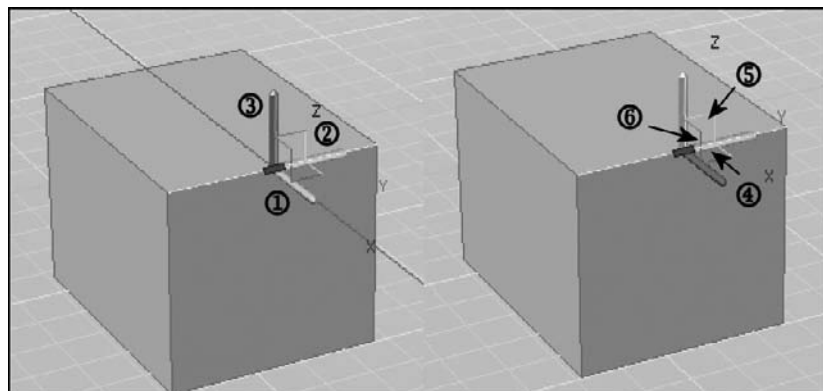
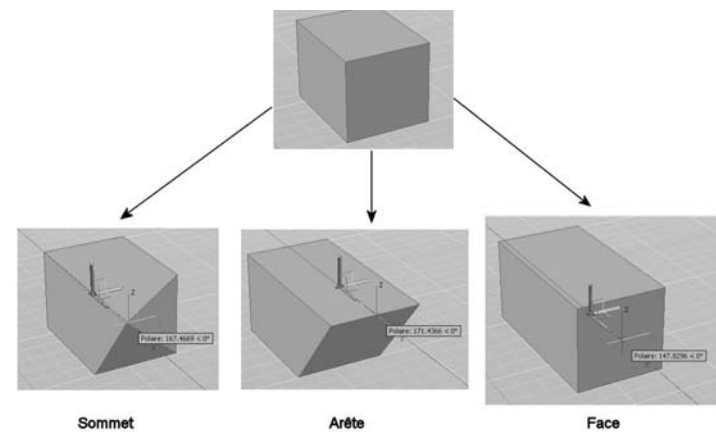

Fig.20.8
Fig.20.9
- ① Appuyez sur la touche Ctrl et cliquez sur un sommet, une arête ou une face.
- ② Survolez sans cliquer la poignée représentant le sous-objet sélectionné. Un trièdre s'affiche sur la poignée (fig.20.8). Il est composé d'un axe X en rouge, d'un axe Y en vert et d'un axe Z en bleu. Chaque axe permet de restreindre le mouvement dans la direction souhaitée. Ainsi pour déplacer la poignée dans la direction X par exemple, il suffit de survoler l'axe X et de déplacer la poignée selon la longueur souhaitée. Le déplacement sera contraint dans la direction X (fig.20.9).
- ③ Il est aussi possible de restreindre le mouvement dans un des plans suivants : XY, YZ ou ZX. Il suffit pour cela de survoler un des carrés du trièdre pour activer le bon déplacement.